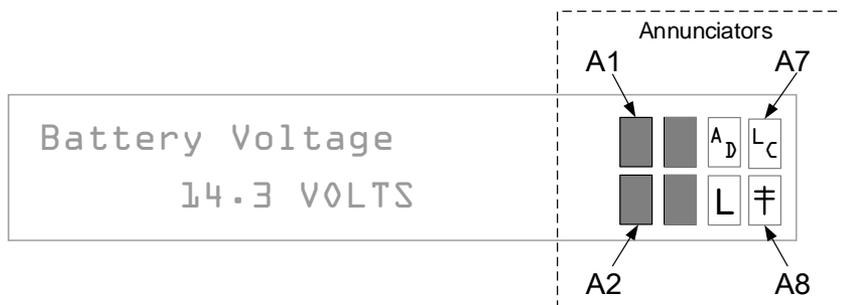

Figura 24: Anunciadores μ FLO^{G5}
Os códigos de alarme e status são exibidos na área do anunciador do LCD (Figura 24). Quando uma condição de alarme é acionada no computador de fluxo, a condição de alarme é indicada no LCD e a condição é registrada no registro de fluxo do período do log. Os códigos de status também são exibidos na área do anunciador e indicam o status operacional do item definido, mas não são registrados no registro de fluxo do período do log.
A área de status e o código de alarme são customizáveis. Cada um dos 8 campos de exibição do anunciador, mostrados na Figura 24, pode ser programado para exibir qualquer um dos indicadores disponíveis, em qualquer um dos 8 locais.
- Verifique se o símbolo † pisca na posição de exibição A8 (Figura 24, página 37). Isso indica que a porta está executando ativamente o Protocolo Remoto Totalflow e cada intermitência identifica o período do Ciclo de Escuta.